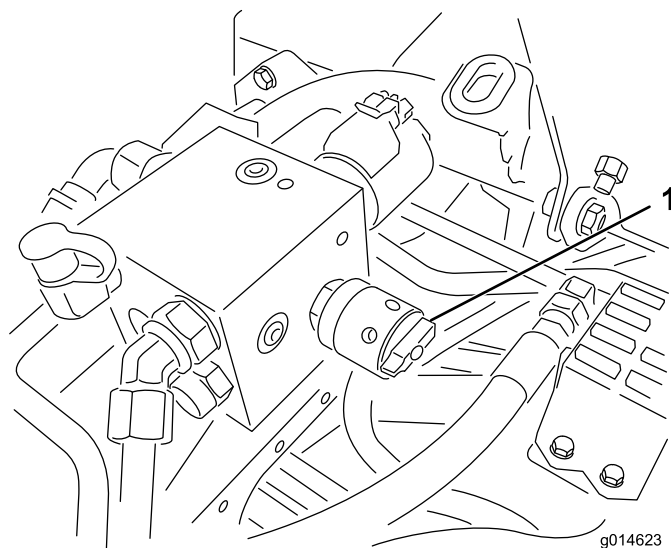

Figura 54
6. Gire el control de velocidad del molinete a la posición 1 (Figura 54).